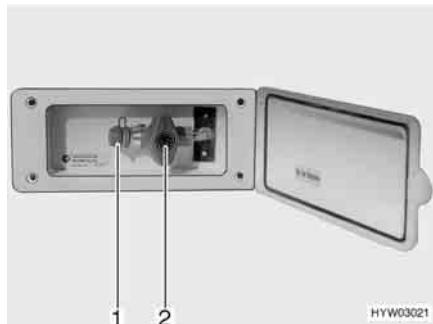

Fig. 87 Presa gas esterna, rubinetto di arresto del gas chiuso
La presa gas esterna (Fig. 87) si trova, a seconda del modello, nella parte posteriore o sul lato destro o sinistro del veicolo.
- Collegare l'apparecchio a gas esterno all'attacco (Fig. 87,1).
- Aprire il rubinetto di arresto del gas (Fig. 87,2).